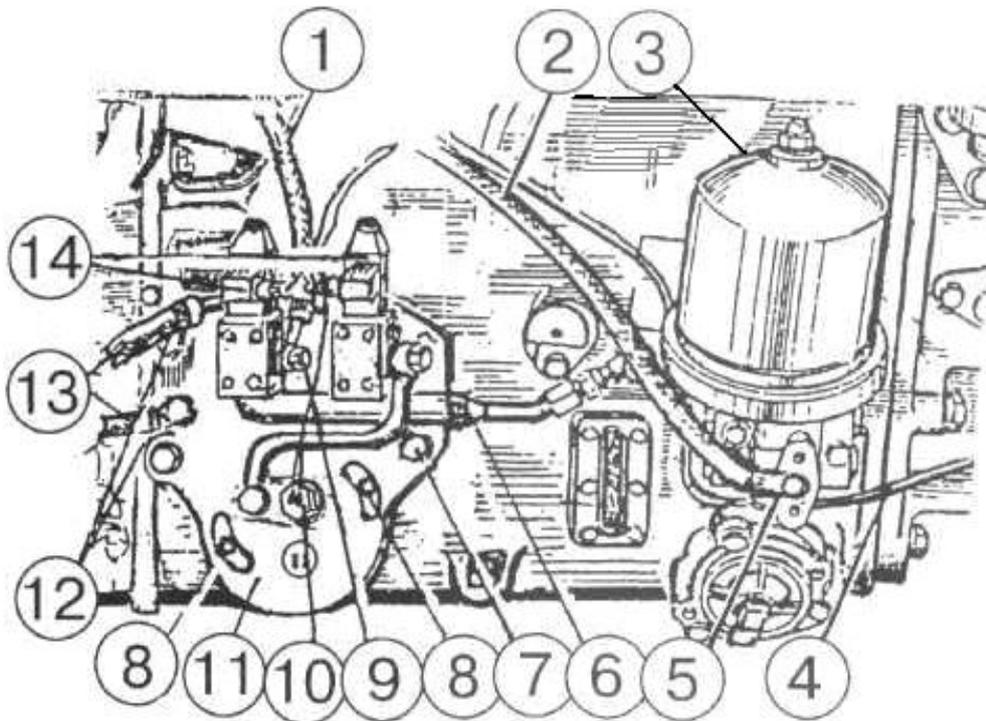

Рисунок 4.25
2) снимите хомутики (12) (рисунок 4.25) и отсоедините шланги (13) привода заднего ВОМ;